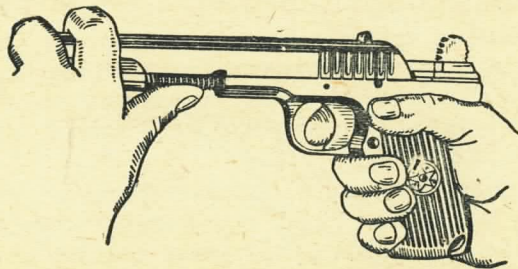

Рис. 76. Как снять затвор со стволом
3) снять затвор со стволом: удерживая пистолет за рукоятку в правой руке, левой рукой снять затвор, сдвигая его по пазам рамки вперед и придерживая большим пальцем левой руки возвратную пружину (рис. 76);